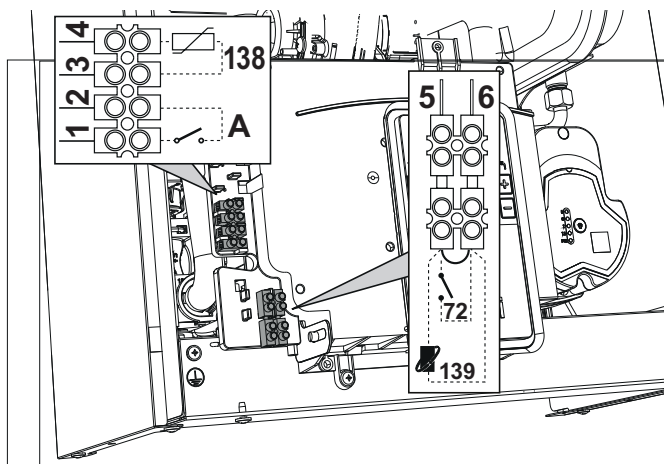
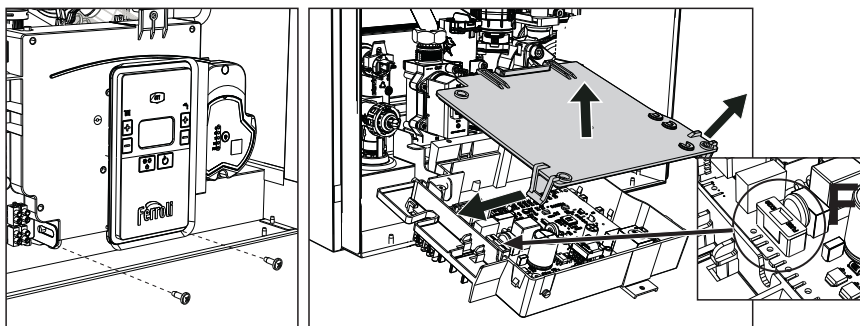

fig. 19
fig. 20
Después de quitar el panel frontal (*** 'Apertura del panel frontal' on page 86 ***) es posible acceder a las borneras (M) y al fusible (F) como se indica a continuación (fig. 19 y fig. 20). **Los bornes indicados en la fig. 20 deben tener contactos secos (no 230 V).** La posición de los bornes para las diferentes conexiones también se ilustra en el esquema eléctrico de la fig. 47.
Configuración del interruptor ON/OFF (A, fig. 20)